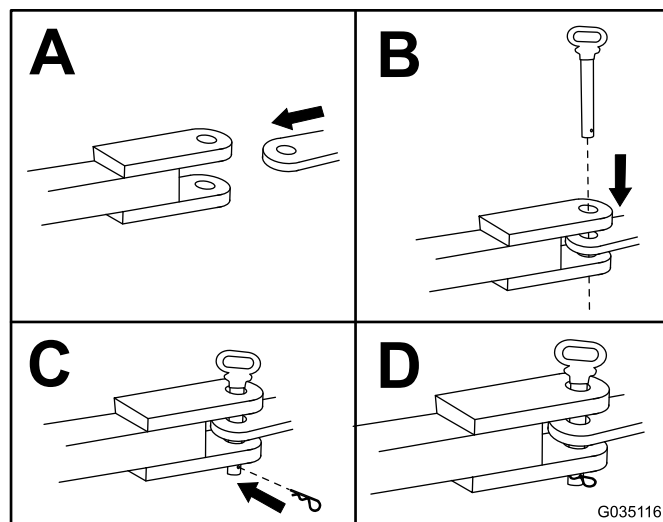

Figura 17
1. Con un pasador de enganche de 19 mm (3/4") o 22 mm (7/8"), enganche la máquina como se muestra en Figura 17.